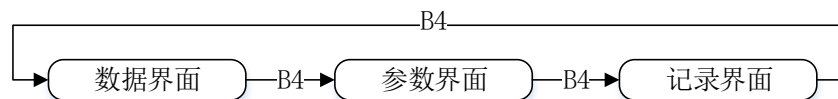

图 8 LCD 界面切换模式
- ③ 在记录界面下, 长按 B3 按键超过 1 秒后松开按键, 清零该界面下的所有记录值, 短按无效。
- 4) B4: 定义为“界面”按键, 按下 B4 按键可以往复切换数据、参数和记录三个界面, 切换模式如图 8 所示。